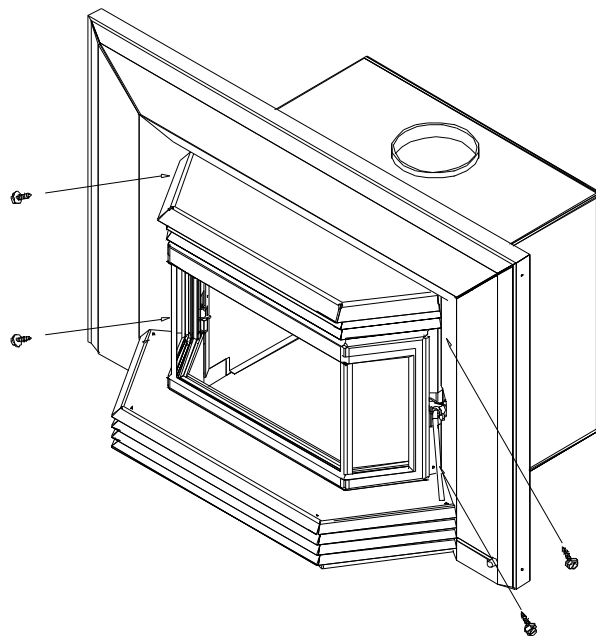

Figure 2.7
10. Installez la façade (Figure 2.7) au moyen des quatre vis autotaraudeuses fournies (HF47 #10 x 3/8"), en veillant à ce que la tige (1/4") du prolongement de la plaque de régulation d'air sorte de la fente pratiquée dans le panneau droit de la façade et qu'elle circule librement à l'horizontale.